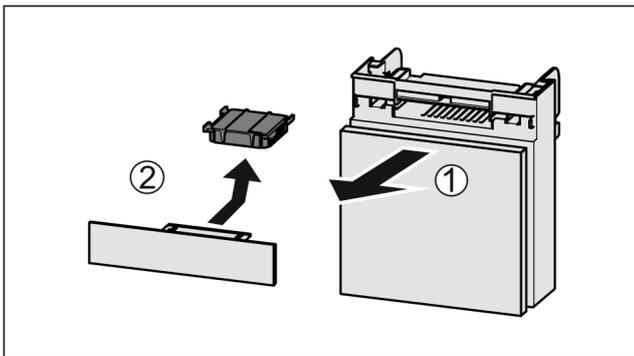

Fig. 147
- ▶ Fach nach vorne herausziehen Fig. 147 (1).
- ▶ Aktivkohlefilter entnehmen Fig. 147 (2).